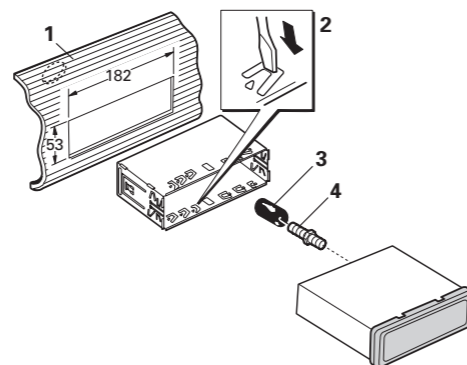

Fig. 2
**Installation with the rubber bush (Fig. 2)**
**Instalación con tope de goma (Fig. 2)**
**Instalação com uma bucha de borracha (Fig. 2)**